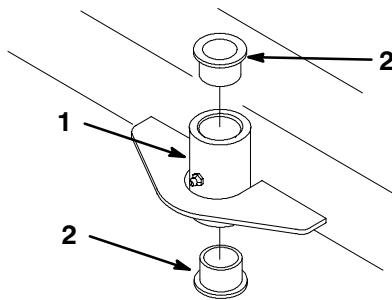

Abbildung 23
- Mit einem Splinttreiber die Buchsen aus dem Bügel herausdrücken (Abb. 23).
- Die Buchsen mit einem Hammer und einer Platte in den Bügel drücken (Abb. 23)